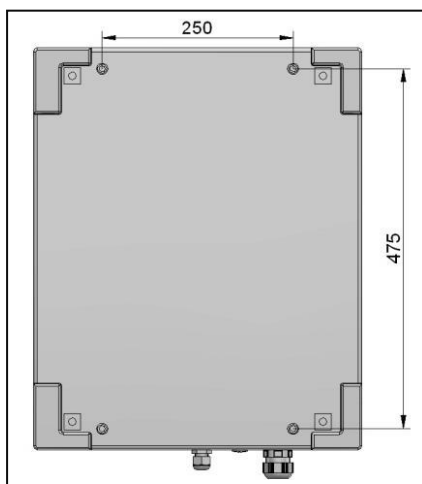

Fig. 5-4 Disposition des trous de perçage
- Fixer le transformateur au mur au moyen de quatre vis de 8 mm. L'écartement des trous de perçage est indiqué dans Fig. 5-4.